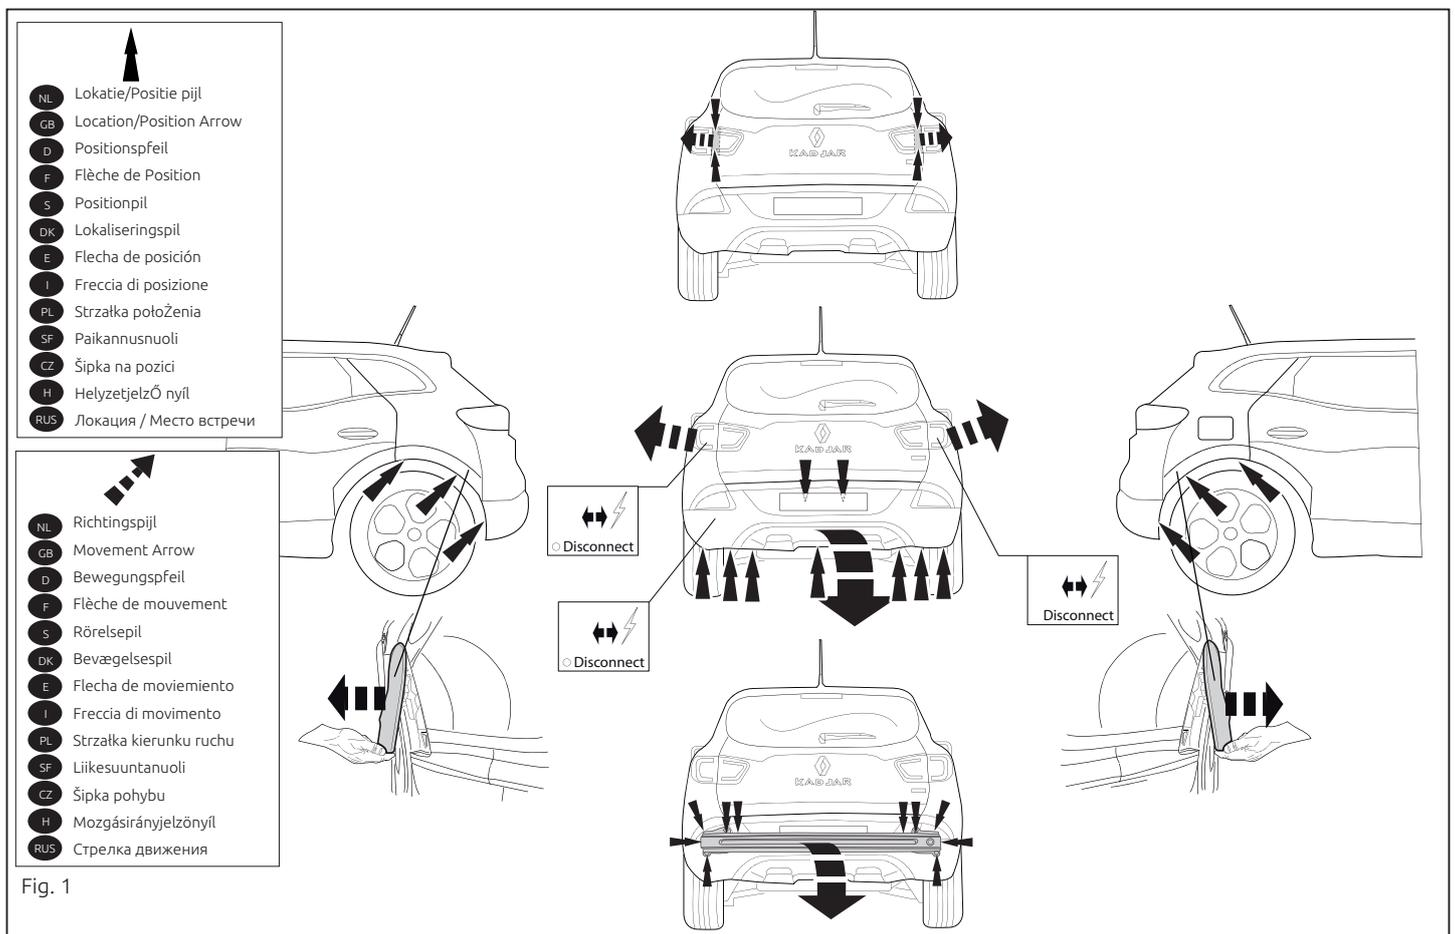

Fig. 1
1. Remove the rear-light units. Remove the bumper and the steel buffer beam from the vehicle. See figure 1.
1. Die Rücklichter abmontieren. Die Stoßstange einschließlich des stählernen Stoßbalkens vom Fahrzeug abmontieren. Siehe Abbildung 1.
1. Demonter baglysenhederne. Demonter kofangeren, inklusive køretøjets stålstødbjælke. Se fig. 1.